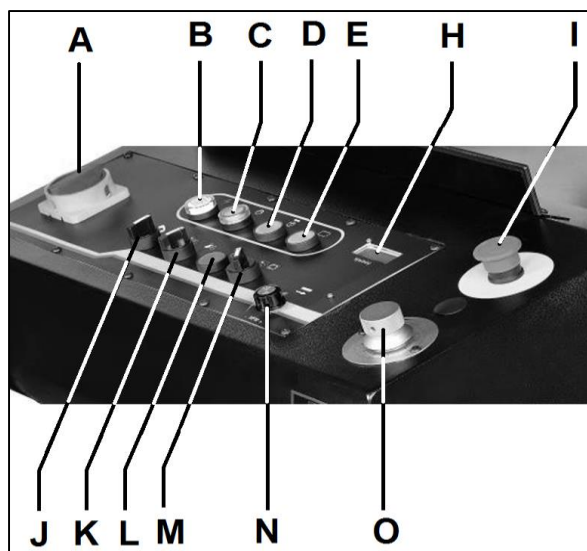
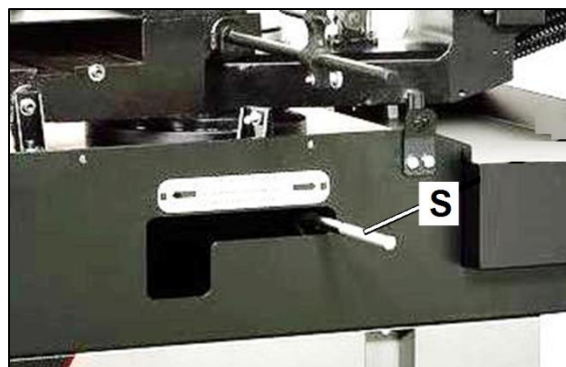

Figure 7-1 : Commandes de la machine
Figure 8-1 : Réglage d'usinage des onglets
- Si la lame est bloquée lors de la coupe, appuyez immédiatement sur le bouton d'arrêt d'urgence (I, Fig 7-1) pour désactiver la machine. Ouvrez l'étau lentement, retirez la pièce et vérifiez si la lame ou si les dents ne sont pas cassées. En cas de rupture, changez la lame.
Tournez le bouton (N, Fig 7-1) pour régler la vitesse de la lame.
Branchez la machine à la source d'alimentation. Activez le commutateur principal (A, Fig 7-1). Le témoin d'alimentation (B) s'allume.
1. Appuyez sur le bouton (C) pour démarrer la pompe hydraulique.
1. Activez l'alimentation principale (A, Fig 7-1).
2. Appuyez sur le bouton (C) pour démarrer la pompe hydraulique.
3. Utilisez le commutateur (M) pour sélectionner le mode manuel
4. Utilisez le commutateur (J) pour lever la scie à archet.
6. Coupez l'alimentation principale (A).
7. Desserrez la scie à archet en tournant le levier de verrouillage (S, Fig 8-1) vers la gauche.